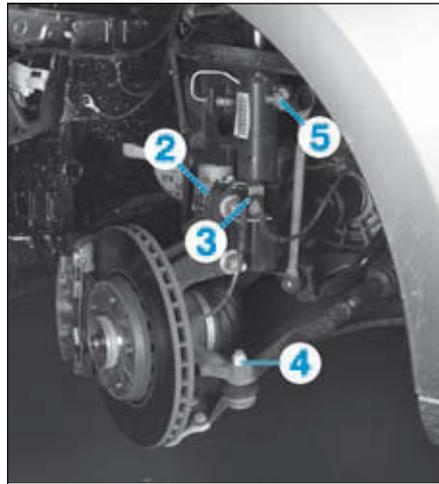

FIG.6
- Dégraffer le flexible de frein (2) et le câblage ABS (3) du support (Fig.6).
- la rotule de direction du pivot (4),
- l'écrou supérieur de la biellette de barre stabilisatrice (5),